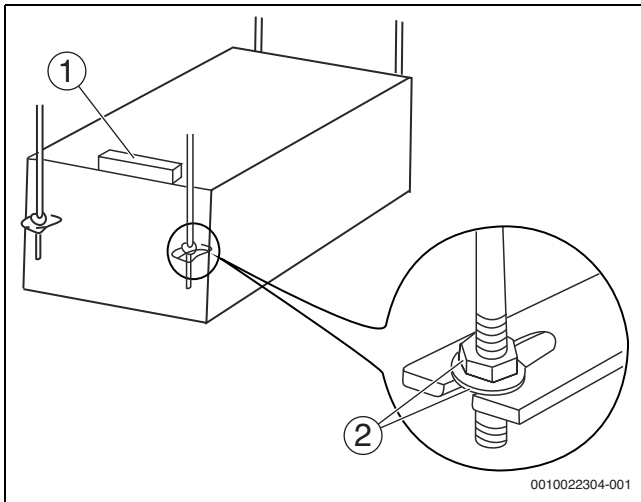

Bild 16
4. Mit einer Wasserwaage sicherstellen, dass die Einheit waagrecht hängt (→ Abbildung 16). (Keinesfalls an den Seiten ohne Kondensatablauf abwärts neigen. Vorzugsweise zur Kondensatablaufseite neigen).